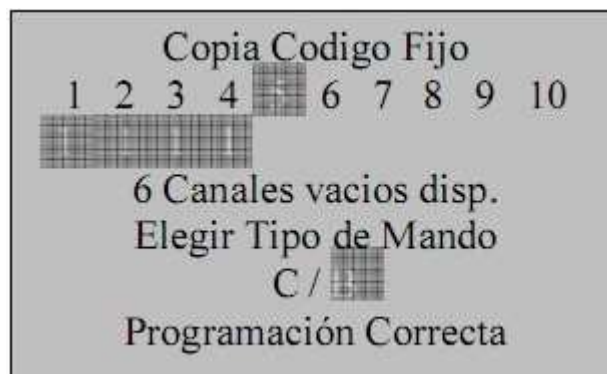

Fig.20
- Surge no display “Programação OK” ou “Programação Falhada”(fig.20);